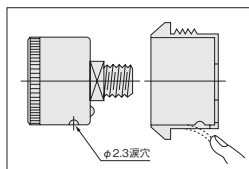

図3
2. 収納する際には、(1) 圧力計ケース裏側の2本の止めビスが下側にあること。(2) パネルマウントケース底部の四角穴の下側に止めビスの逃げ穴があること。以上2項目を確認してから圧力計を押し込み収納してください。
3. 収納した状態において、パネルマウントケース下部の脱落防止用の凸部が、圧力計ケース下部の涙穴 (φ2.3) に入っていることを確認してください。圧力計とパネルマウントケースとの組み込み位置が正しい場合は、収納する舌片がスナップの役目を果たしてスムーズな収納ができます。スムーズな収納ができない場合は、舌片を指先にて捲り上げますと、収納しやすくなります。(図3参照)